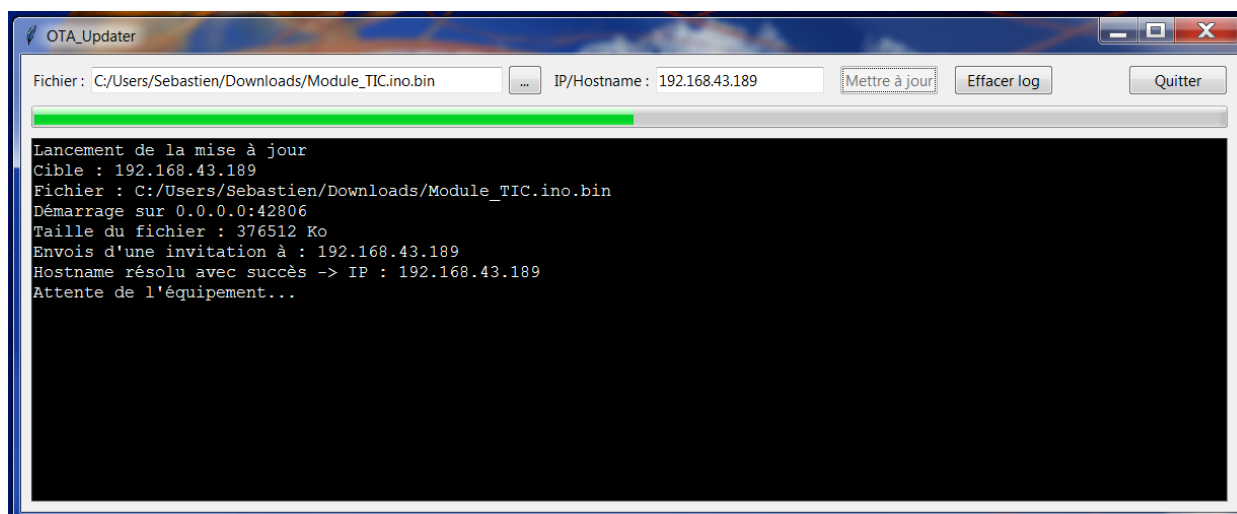

Figure 13 : Mise à jour du **Module_TIC_vx.bin** par **OTA_Updater.exe**
3. Ouvrir le logiciel **OTA_Updater.exe** (fig.13) puis: